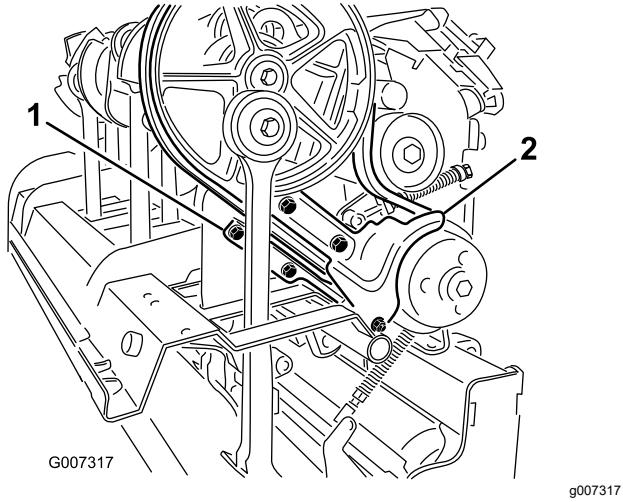

Figure 37
- Retirez les fixations qui maintiennent le pare-boue et le protège-courroie inférieur (Figure 37). Déposez le pare-boue et le protège-courroie inférieur.